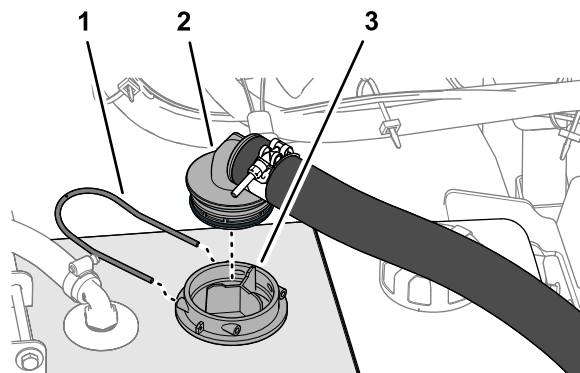

Figura 17
1. Introduceți fittingul inelat de 90° al furtunului de aspiraie în carcasa filtrului de aspiraie până când fittingul este complet așezat (Figura 17).
2. Fixați fittingul inelat de 90° la carcasa filtrului de aspiraie cu furca de fixare (Figura 17).